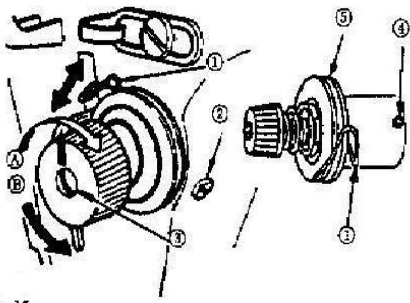

Рис. 15
1. Повернув винт регулятора натяжения (2) по часовой стрелке (в направлении С), Вы усилите натяжение нити в шпулке.
9. ПРУЖИНА НИТЕПРИТЯГИВАТЕЛЯ (Рис. 15).